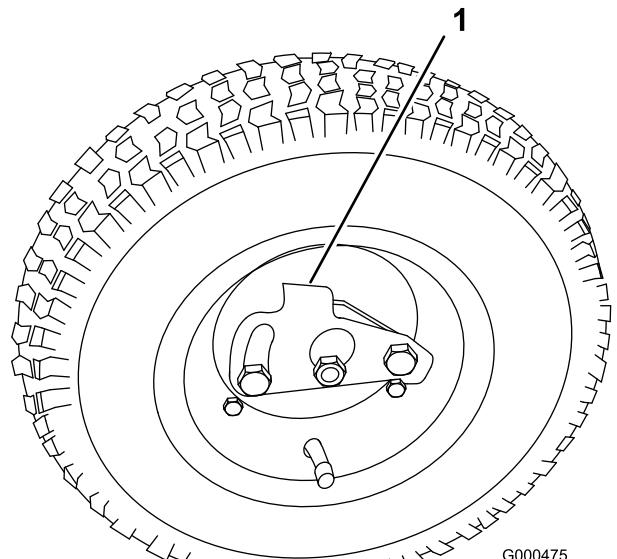

図 8
- 車輪についているロッククリップが車軸に掛かるようにして車輪を六角シャフトに通す図 8。